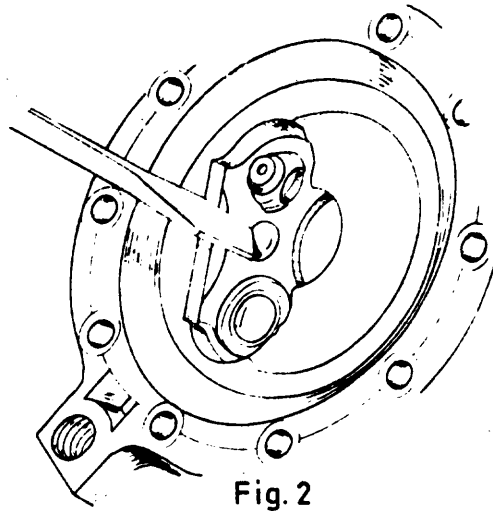

Fig. 2
- b Saque las válvulas, retirando la placa de sujeción (fig.2).